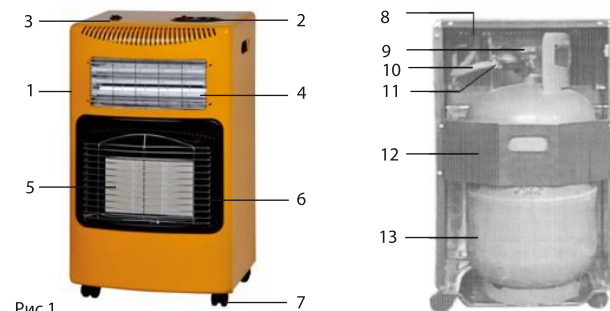

Рис.1
4. Описание газового обогревателя (рис. 1)